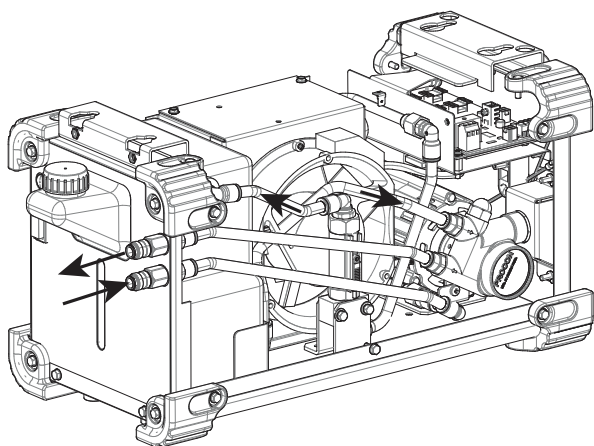

Рисунок 6
- Подсоедините шланги водяного охладителя — Рисунок 6.